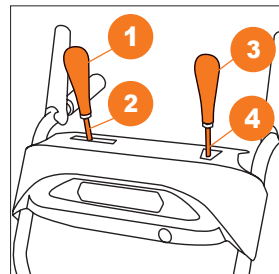

Рис. 9
- Закрепите рукоятку выбора передач **1** к штанге управления передачами **2** (Рис. 9).
- Закрепите рукоятку управления дальностью выброса **3** к рычагу управления выбросом **4** (Рис. 9).